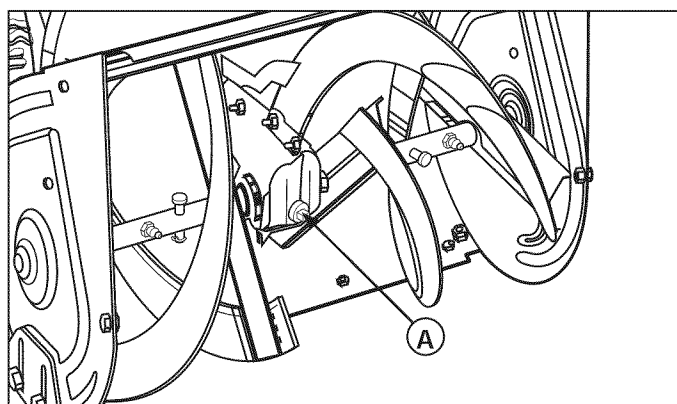

Figura 27. Lubricación del tornillo sinfín
2. Quite el tapón roscado del tubo (A, Figura 27).